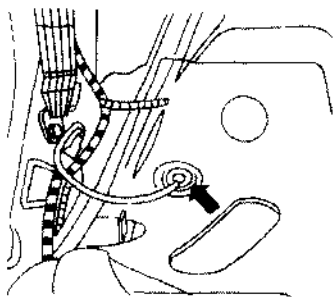
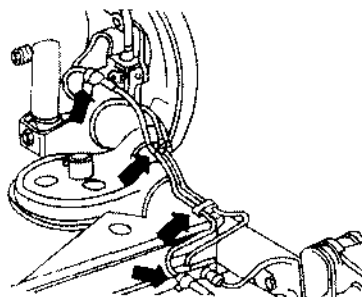

图 7.36 拔下转速传感器导线插头
图 7.37 从固定夹上拆下转速传感器导线
① 从锁止机构上抬起后座椅。
- ② 如图 7.36 箭头所示, 拔下转速传感器导线插头, 压出套管。
- ③ 举升轿车。
- ④ 从固定夹上拆下图 7.37 箭头所指的转速传感器导线。